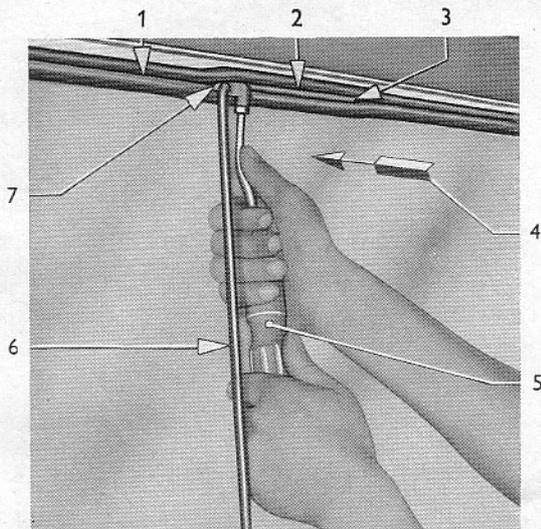

Bild 17 – Rund-Gummischnur in Gummifassung der Windschutzscheibe einziehen
12. Montierahle mit zwei Händen führen und in die Rille der Gummifassung einschieben (Pfeilrichtung in Bild 17). Hierbei drückt das hintere Ende der Montierahle die Gummischnur in die Rille der Gummifassung. Die Montierahle ist so zu führen, daß sie nicht
aus der Gummifassung herausgleitet (Bild 17).